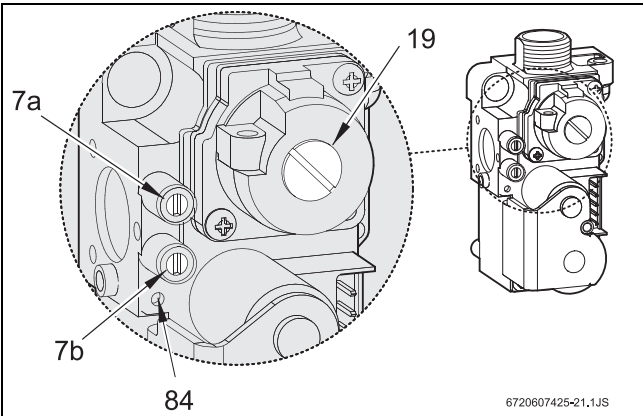

Fig. 28 Cuerpo de gas
- Desmontar la cubierta del tornillo de ajuste del gas (19) (Fig. 28).
- Tratándose de gas natural: ajustar el consumo MAX con el tornillo de ajuste (19) (Tab. 10).